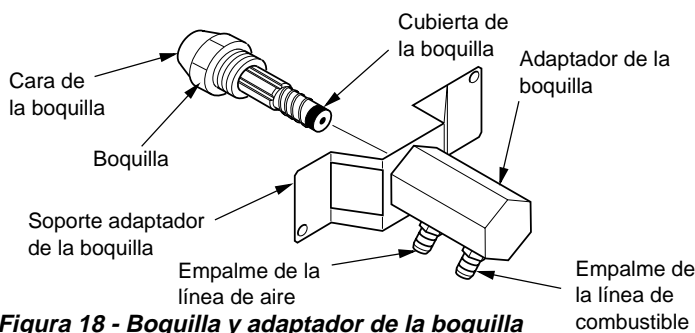

Figura 18 - Boquilla y adaptador de la boquilla
- Desmonte cuidadosamente la boquilla del adaptador de la boquilla utilizando una llave tubular de 5/8 pulgadas (consulte la figura 18).